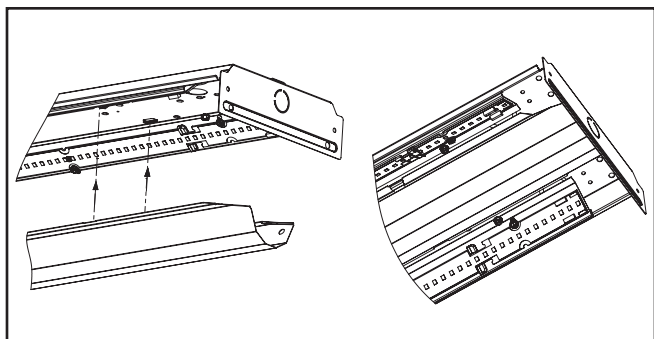

Figura 3.
6. Instale la cubierta del canal (Figura 3).